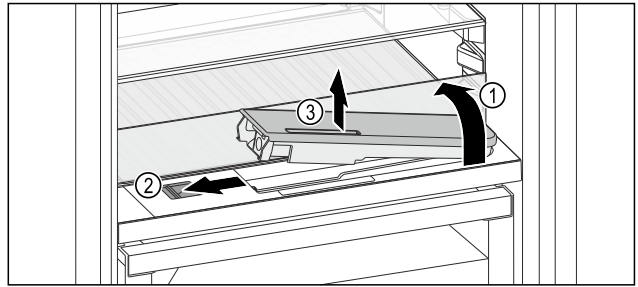

Fig. 118
- Glasplatte anheben und bis zum Anschlag nach hinten klappen Fig. 118 (1).
- Schieber Fig. 118 (2) nach links schieben.
- Wassertank entnehmen Fig. 118 (3).